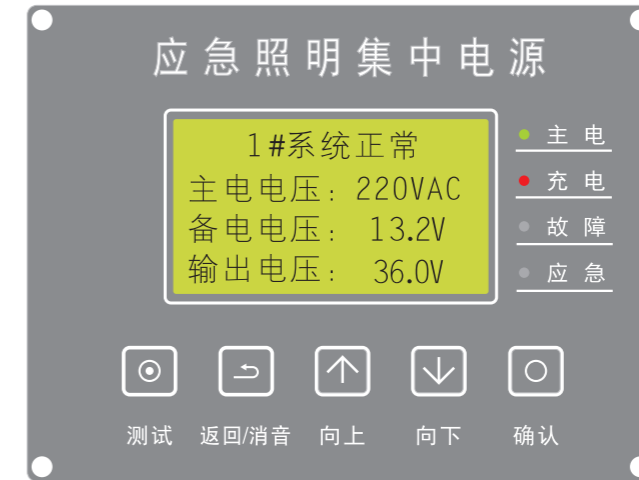

图5
(1)、系统正常：在主屏时，第一行显示设备当前地址与工作状态，下面显示各项电压参数。显示屏右侧状态指示灯显示当前设备状态，如图5所示。
(6)、系统应急：当AC220V主电电源停电后，设备进入应急状态，显示屏显示【N#系统应急】应急状态指示灯点亮（如图11）；当主电恢复后，系统自动恢复至正常状态，同时电池自动进行充电，如图5所示。